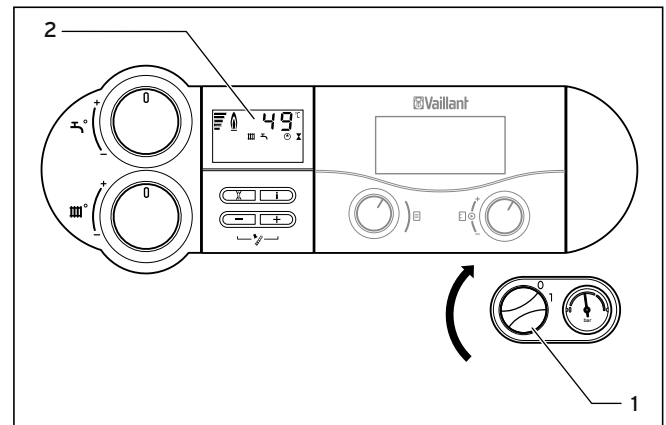

Abb. 4.5 Gerät einschalten
- Kontrollieren Sie bei der Inbetriebnahme den Fülldruck der Anlage am Manometer (1).
Für einen einwandfreien Betrieb der Heizungsanlage muss das Manometer (1) bei kalter Anlage in der oberen Hälfte des dunkelgrauen Bereichs stehen (siehe Abb. 4.5). Dies entspricht einem Fülldruck zwischen 1,0 und 2,0 bar. Steht der Zeiger im hellgrau hinterlegten Bereich, muss vor der Inbetriebnahme Wasser nachgefüllt werden (siehe Kap. 4.8.4).